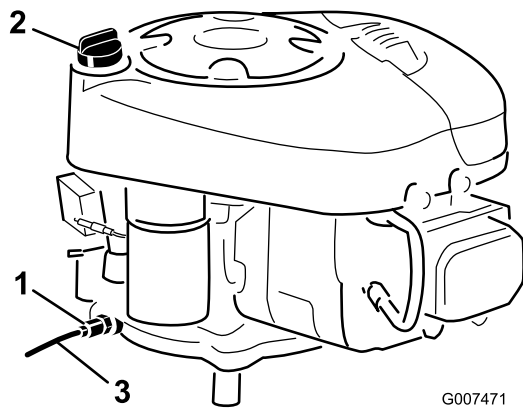

Bild 23
9. Schieben Sie den Ablassschlauch auf das Ölablassventil (Bild 23).
11. Öffnen Sie das Ölablassventil (Bild 23).